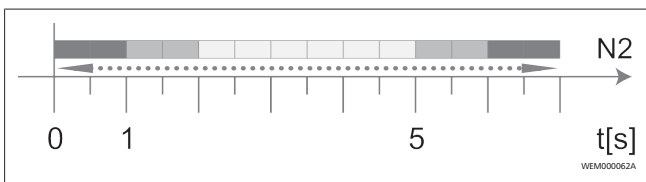

Abb. 11
- Weißes Lauflicht fährt hoch / runter. Siehe Abb. 11, Betriebsstatus N2.